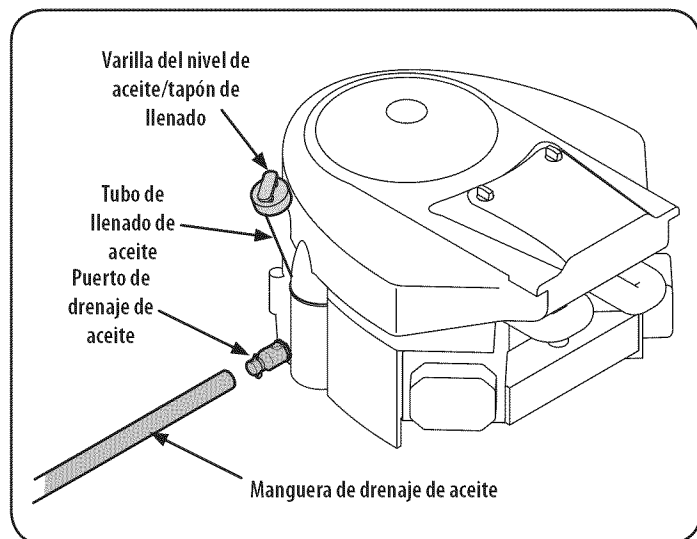

Figura 18
- Abra el tapón protector en el extremo de la válvula de drenaje de aceite para exponer el orificio de drenaje. Consulte la Figura 18. Retire el tapón de llenado con varilla de nivel de llenado de aceite del tubo.